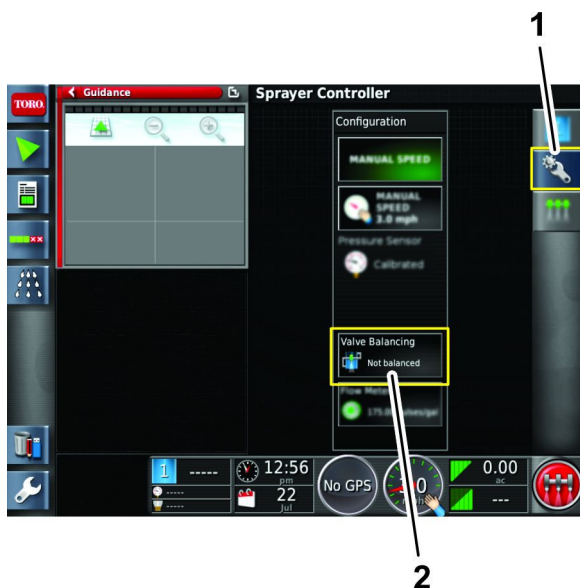

Figura 46
6. Premete l'icona di Configurazione, quindi l'icona della procedura guidata di bilanciamento delle valvole (Figura 46).